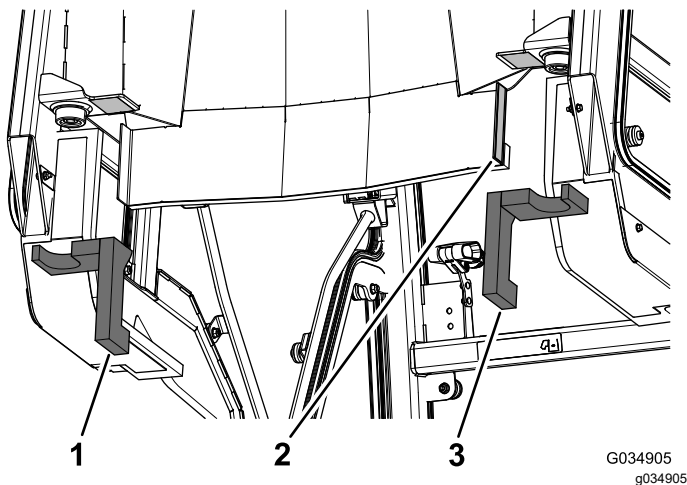

Bild 16
1. Entfernen Sie das Trägermaterial aus Papier vom doppelseitigen Band hinten an der Kabine (Bild 16).
2. Bringen Sie die linken und rechten Schaumstoffdichtungen hinten an der Kabine an (Bild 16).